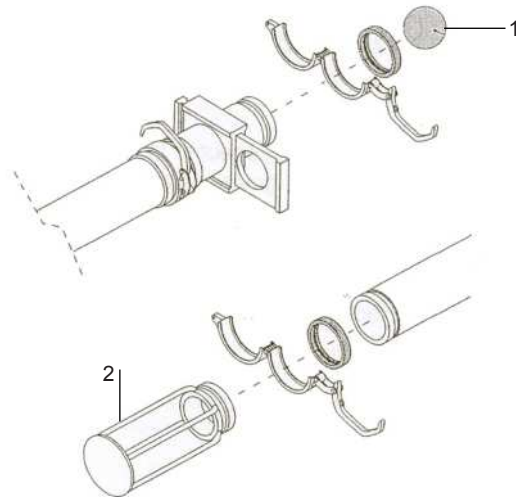
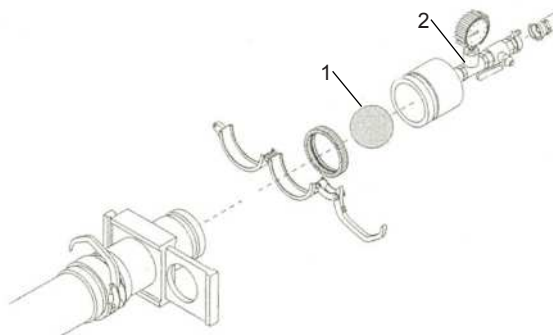

Abb.23
Abb.25
Einen Reinigungsschwamm mit Wasser tränken und in das Rohr drücken (Abb.23 Pos.1). Das Rohr wieder mit der Maschine verbinden. Am Rohrende mit der Victaulic-Kupplung mit Dichtung den Auffangbehälter für den austretenden Reinigungsschwamm (Abb.23 Pos.2) anbringen.
Am Rohrausgang mit der Victaulic-Kupplung mit Dichtung den Auffangbehälter für den Reinigungsschwamm (Abb.23 Pos.2) anbringen. Am Rohreingang den zum Rohrdurchmesser passenden mit Wasser getränkten Reinigungsschwamm einführen (Abb.25 Pos.1) und die mitgelieferte Reinigungsvorrichtung mit Kugelventil (Abb.25 Pos.2)A anschließen. Deren korrekte Befestigung kontrollieren.
⚠ Der Reinigungsschwamm tritt unter Umständen mit Wucht aus dem Rohrendstück aus: das Rohrendstück korrekt ausfallen; im Fall von Verstopfungen oder "Pfropfen" im Rohrrinnern tritt der Schwamm nicht aus. Den Lufteintritt durch Drehen des Hebels (Abb.25 Pos.2) unterbrechen.
Das Wasserbecken entleeren, den Ablasshebel (Abb.25 Pos.2) in senkrechte Stellung ziehen.
- Die Maschine starten, den Motor auf niedriger Drehzahl halten und den Förderstrom der Pumpe mit dem Wahlschalter (Abb.25 Pos.2) am Bedienfeld auf die kleinste Leistungsstufe einstellen.
- Den Umkehrschalter (Abb.25 Pos.2) drehen